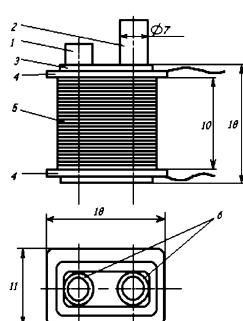

Рис.2
Конструкция катушки L2 показана на **рис.2**. В двух бумажных цилиндрических каркасах 6 размещены отрезки стержня диаметром 7 мм из феррита 400НН или 600НН: один (1) длинной 20...22 мм, закрепленный постоянно, другой (2) 35...40 мм (подвижный - для подстройки катушки). Каркасы обернуты бумажной лентой 3, поверх которой намотана катушка L2 (5) 55 витков провода ПЭВ-1 или ПЭВ-2 диаметром 0,2 мм. Выводы катушки закреплены резиновыми колечками 4. Источники питания - три элемента АА или ААА.